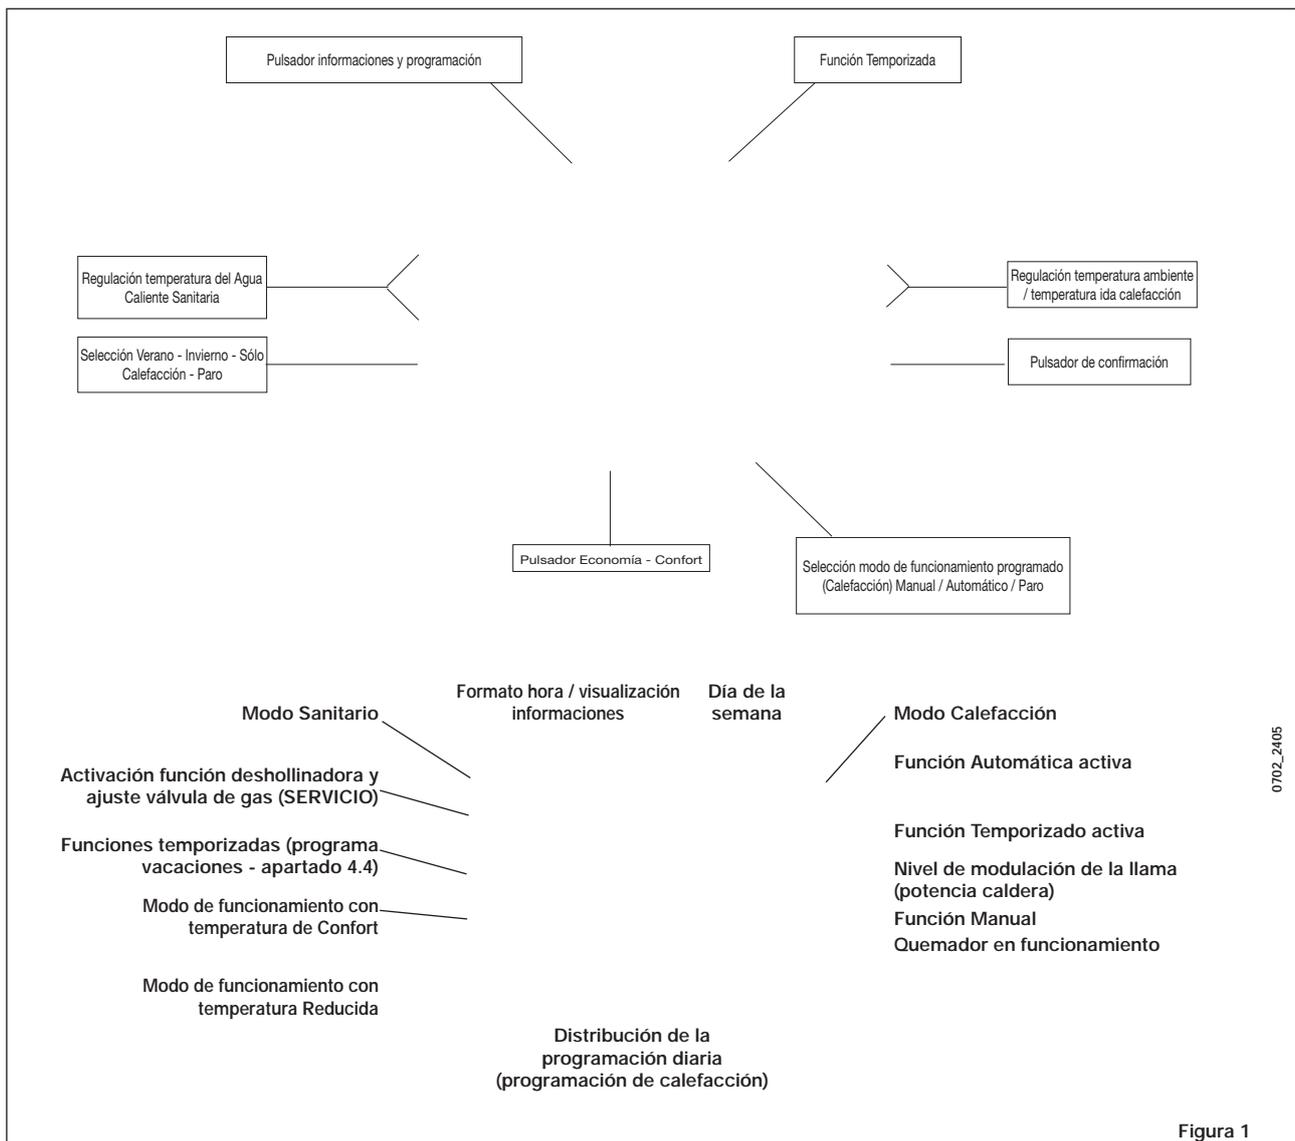

Figura 1
- Pulse la tecla  del regulador climático (figura 1) para seleccionar el modo de funcionamiento de la caldera como se indica en el apartado 3.2.
La regulación de la temperatura ambiente / temperatura de ida de calefacción  y del agua caliente sanitaria , se realiza pulsando las teclas correspondientes +/- (figura 1).
Durante el funcionamiento de la caldera para calefacción, en la pantalla de la figura 1 se visualiza el símbolo  y la temperatura ambiente / temperatura de ida de calefacción (°C).
Durante el funcionamiento de la caldera para obtener agua caliente sanitaria, en la pantalla de la figura 1 se visualiza el símbolo  y la temperatura ambiente / temperatura de ida de calefacción (°C).